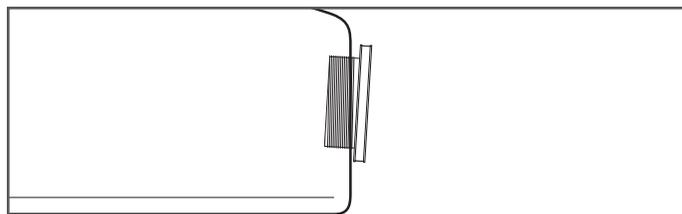

Figure 22-7
5. Installez le corps du raccord d'admission de saignée à travers la paroi du puisard (Figure 22-7).